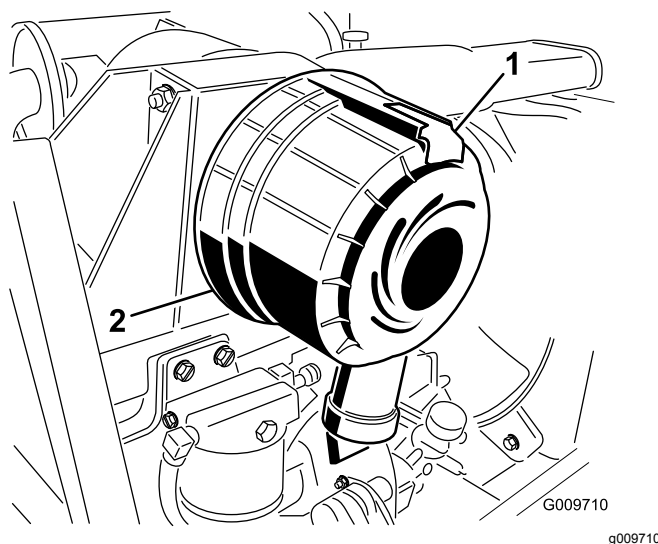

Figure 50
1. Tirez le verrou vers l'extérieur et tournez le couvercle du filtre à air dans le sens antihoraire (Figure 50).